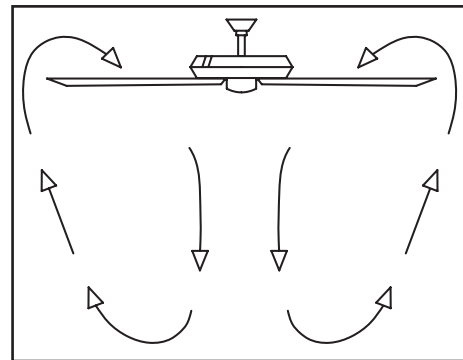

Figura 18
**Clima cálido** - (Hacia adelante) Un flujo de aire hacia abajo surte efecto refrescante, como se muestra en la Figura 18. Esto te permite fijar tu aire acondicionado en configuración más alta sin afectar tu comodidad.